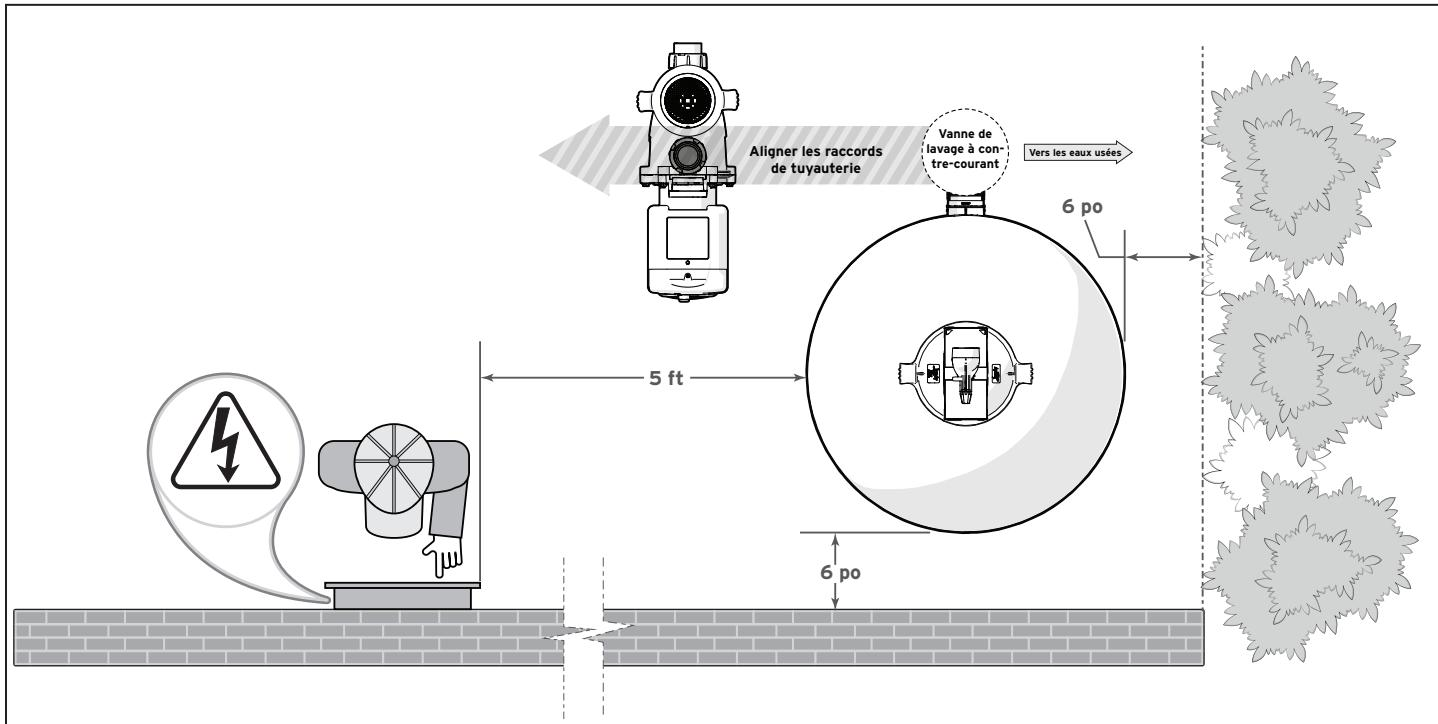

Figure 3. Exigences d'emplacement du filtre
1. Placer le filtre sur le socle en béton, aligné avec les tuyaux d'entrée/sortie. Voir la figure 3.